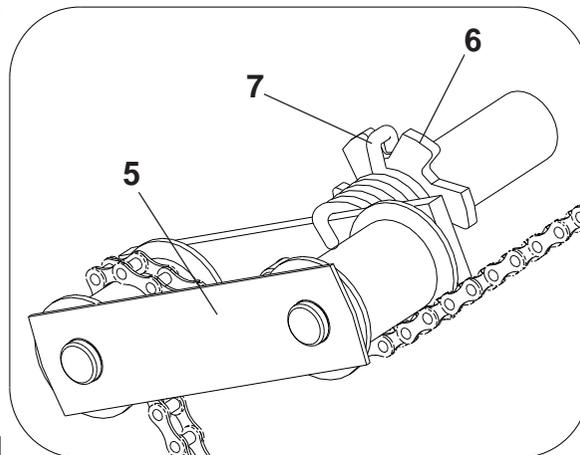

Figura 51
- ESTICADOR OSCILANTE (Figura 51)